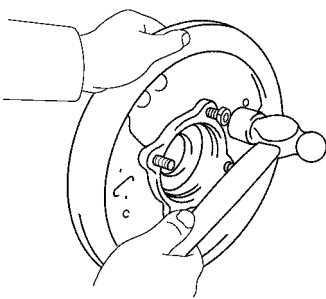

图 14-121 拆下轴承壳
- (3) 拆下轴承壳。将螺母旋到连接螺栓上，使用锤子敲出连接螺栓，拆下轴承壳，如图 14-121 所示。